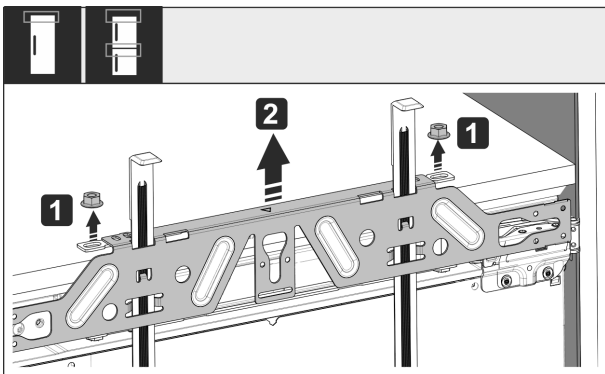

Fig. 51
- ▶ Desfaceți contrapiulițele Fig. 51 (1).
- ▶ Detașați traversa de fixare Fig. 51 (2).